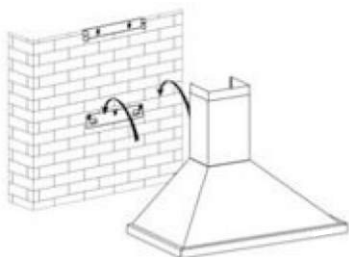

Bild 4
5. Placera fläktkåpan på kroken. Se bild 4.